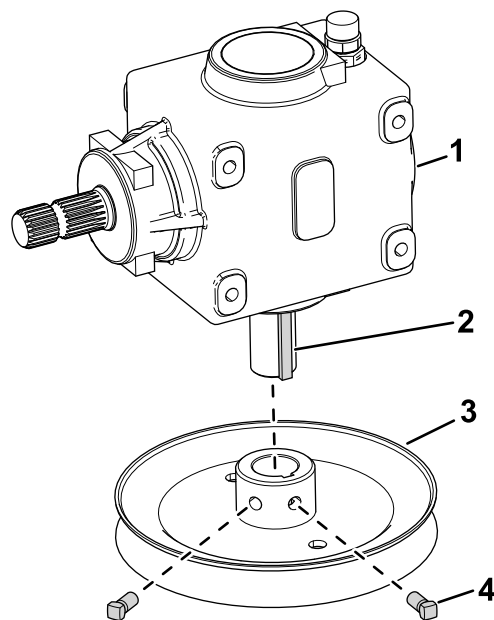
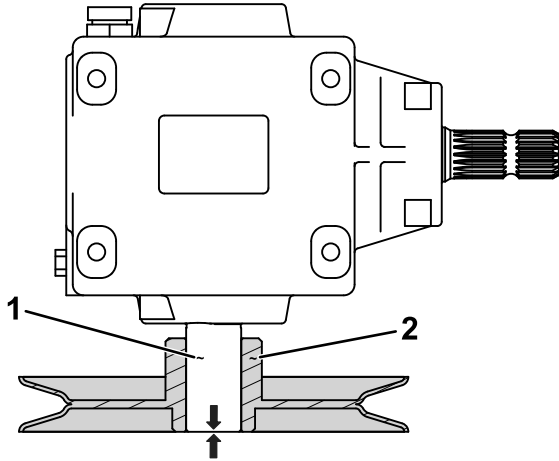

Figure 3
Figure 4
3. Retirez les 2 vis à tête carrée de la poulie existante du boîtier d'engrenages (Figure 3).
5. Appliquez du composé antigrippant sur l'arbre du boîtier d'engrenages (Figure 4) et la rainure.
7. Vérifiez que l'arbre affleure le côté moyeu de la poulie (Figure 4) et que la clavette carrée (Figure 3) ne dépasse pas du moyeu de la poulie.
9. Fixez la poulie neuve sur l'arbre du boîtier d'engrenages avec les vis à tête carrée (Figure 3).